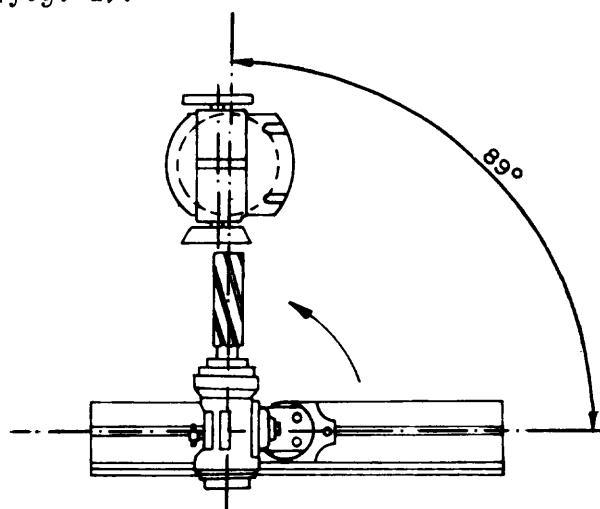

Fig. 1
- 5o paso - Posicione los dientes frontales de la herramienta inclinando el cabezal porta piezas a 89° (fig. 1).